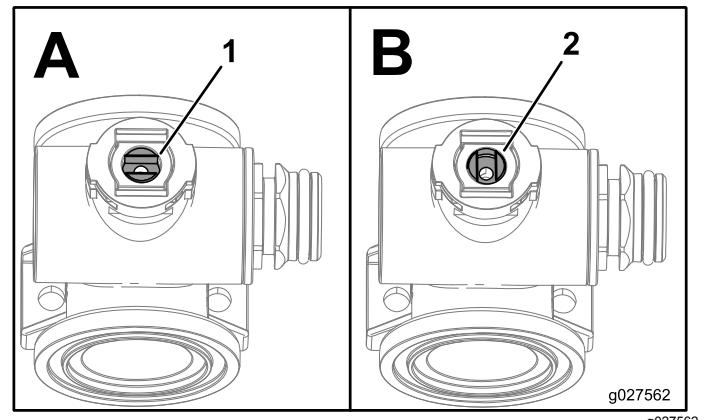

Figure 71
1. Positionnez la tige de la valve pour la placer en position fermée (partie B de la Figure 71).
3. Tournez la tige de la valve pour placer la bille à la position ouverte (A à la Figure 71).
7. Tournez la tige de la vanne de sorte à fermer la vanne (B sur la Figure 71).